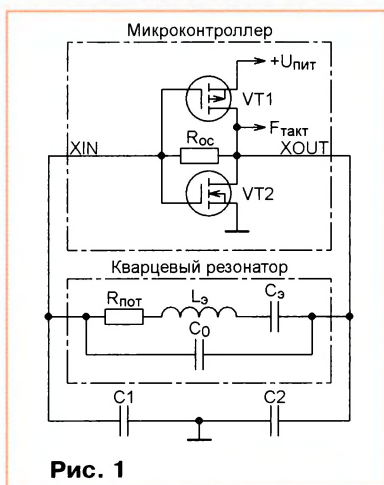

Рис. 1
1. Ответ — 1. Наиболее распространённая схема внутреннего устройства тактового генератора микроконтроллера с внешним кварцевым резонатором изображена на рис. 1. Подобную схему можно найти в [1]. Транзисторы VT1 и VT2 образуют двухтактный инвертирующий усилитель, охваченный отрицательной обратной связью через резистор R_{oc} . Кварцевый резонатор включён между его выходом и входом. Здесь он представлен эквивалентным последовательным колебательным контуром L_3C_0 и сопротивлением потерь $R_{пот}$. Паразитная ёмкость,
кварцевого генератора, выведя рабочую точку усилителя на линейный участок передаточной характеристики. Его устанавливают в тех случаях, когда внутренний резистор R_{oc} (рис. 1) в микроконтроллере отсутствует. Причина отсутствия внутреннего резистора чаще всего в том, что для того чтобы не шунтировать резонатор (особенно низкочастотный), его сопротивление должно быть очень большим. А высокоомные резисторы занимают на кристалле микросхемы слишком много места. О необходимости установки резистора R1 и его рекомендованном сопротивлении обычно сказано в документации на микроконтроллер конкретного типа.